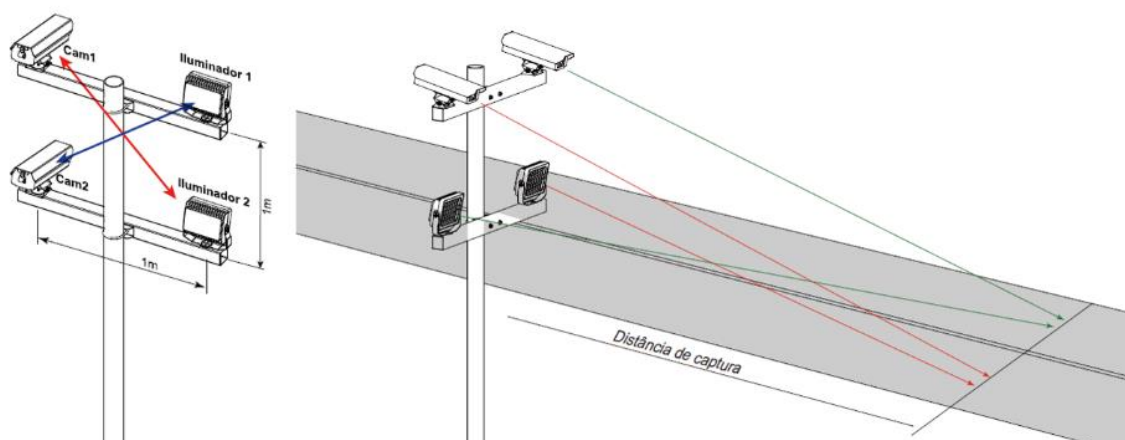

Figura 04 – Posicionamento lateral da pista
• Posicionamento na lateral da pista (figura 04):